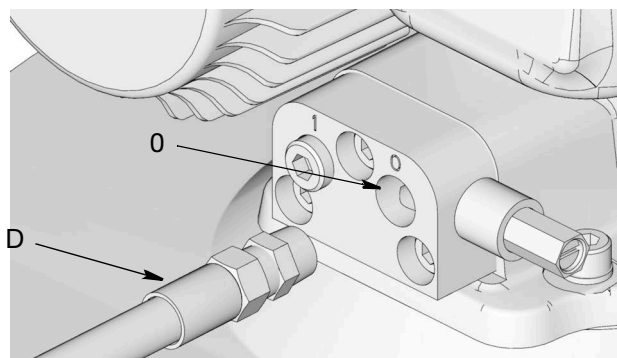

Рис. 54: Выпускной патрубок для смазочного материала
- Отсоедините таймер / контроллер (F) (предоставляется пользователем, если используется).
- Отсоедините линию подачи смазки под высоким давлением (D) к выпускному патрубку для смазочного материала (O) (Рис. 54) на воздуховыпускном клапане или коллекторе.